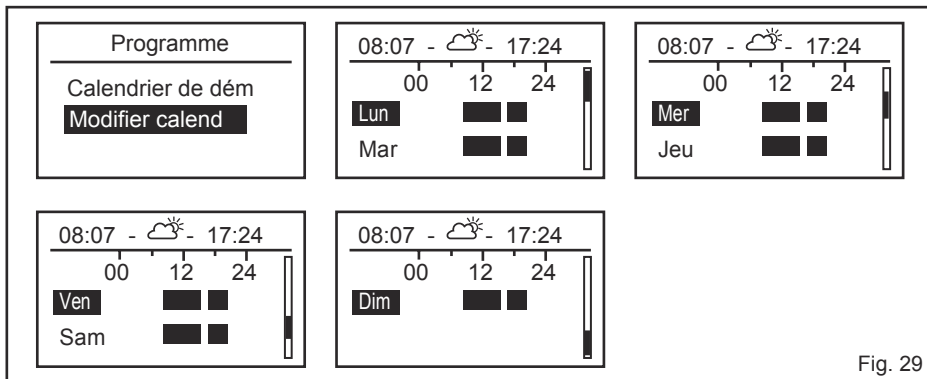

Fig. 29
- Tournez la molette pour sélectionner Modifier le programme, puis appuyez sur la molette pour accéder à la page de présentation du programme (Fig. 29).
- Tournez le cadran pour passer d'un programme journalier à l'autre (Fig. 29).